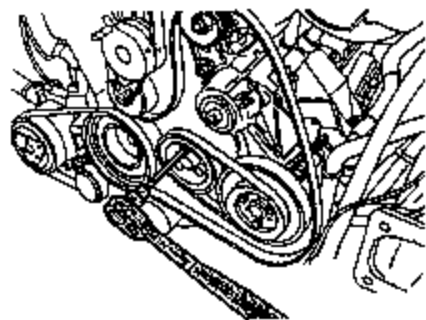

图 4-17 固定叶片泵皮带轮
(19) 如图 4-17 所示，拆卸冷却液泵皮带轮时，将一销钉插入叶片泵皮带轮，使其固定就位。